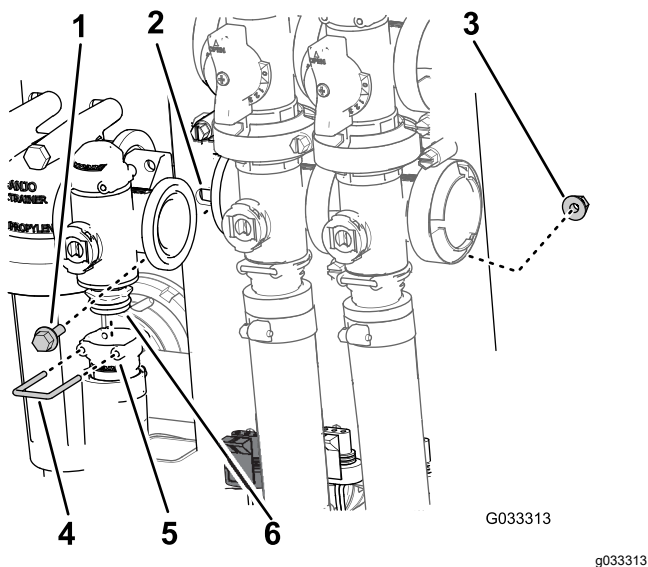

Figura 68
2. Retire la horquilla de retención que sujeta el conector de salida al distribuidor de la válvula de control de caudal (Figura 68).
3. Retire los 2 pernos con bridas y las 2 tuercas con bridas que sujetan la válvula de control de caudal al soporte de la válvula y retire el distribuidor de la válvula de la máquina (Figura 68).